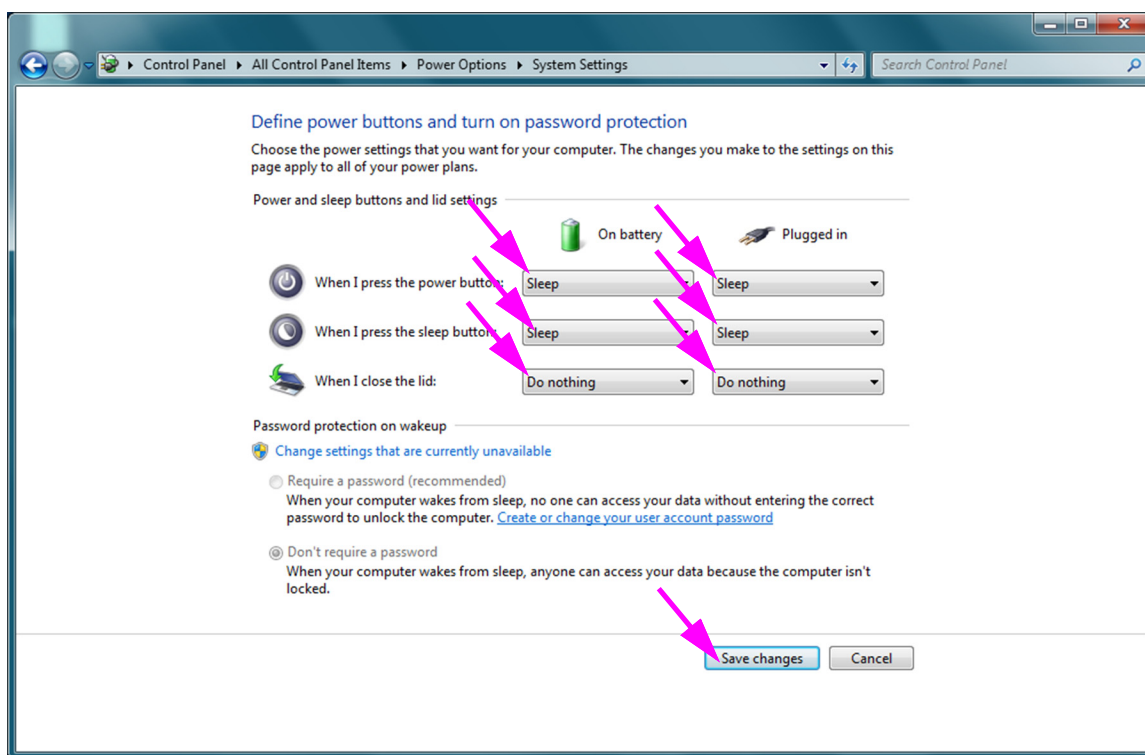

Figura 2-23. Ventana System Settings (Configuración del sistema)
9. **Portátiles solamente:** En la ventana Power Options (Opciones de energía), haga clic en la opción **Choose what closing the lid does (Elegir el comportamiento del cierre de la tapa)**. Se muestra la ventana System Settings (Configuración del sistema) (vea la figura 2-23). Configure la opción **When I close the lid (Al cerrar la tapa)** a **Nothing**